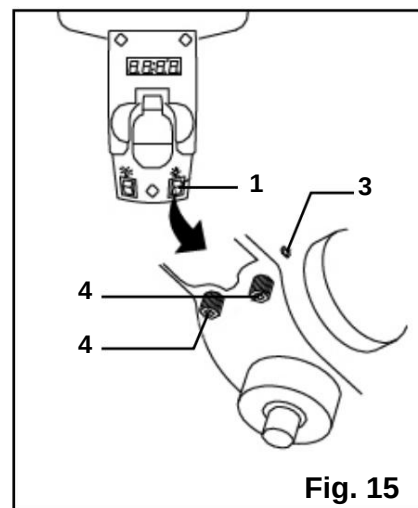

Fig. 15
3. Placera en kombinationsruta (fig. 15 - 5) (ingår ej) på bordet enligt bilden, och placera den långa raka kanten av kombinationsrutan mot borrhönsen. Se till att borrhönsen är parallell/inriktad exakt mot kvadratens raka kant.
JUSTERING AV LASERN (FIG. 15 & 16)
2. Vrid laseromkopplaren (fig. 15 - 1) till läget ON.
- a. Använd den medföljande 3 mm insexnyckeln och vrid laserjusteringsskruvarna (fig. 15 - 3) moturs. Det finns en på varje sida av huvudet.
- b. Vrid laserljushuset (fig. 15 - 4) tills de två laserlinjerna skär varandra där borren möter arbetsstycket.
5. Dra åt justeringsskruvarna igen (fig. 15 - 3).